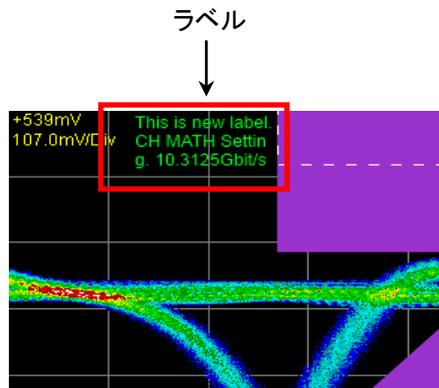

図6.9.8-1 ラベル表示
3. ラベルの表示開始位置を指定したい場合は、[Preset Information] を [Off] に設定します。[Preset Information] が [On] の場合は、固定のエリア（図 6.9.8-1の位置）にラベルが表示されます。